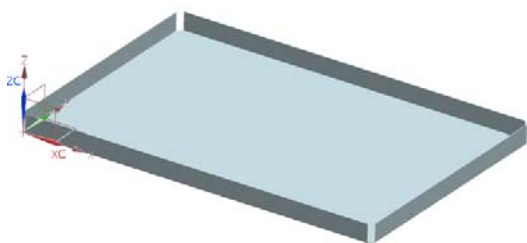

图 2-37 创建弯边特征 4
(9) 在“弯边”对话框中，单击  按钮，创建弯边特征 4，如图 2-37 所示。